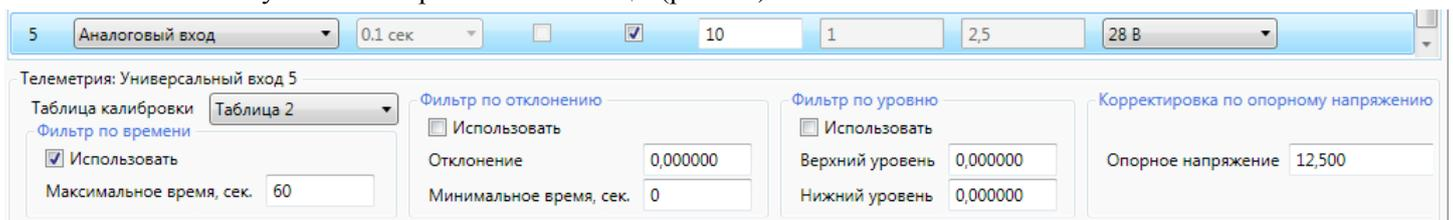

Рис. 34 Назначение входу калибровочной таблицы
- ✓ Для данного входа включается телеметрия и в настройках телеметрии указывается номер используемой калибровочной таблицы (рис. 34).